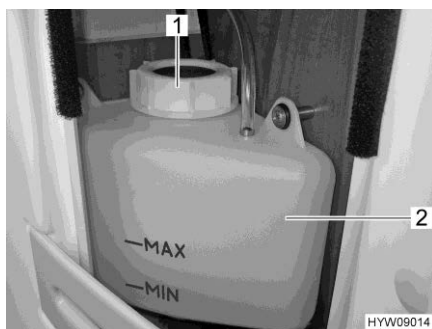
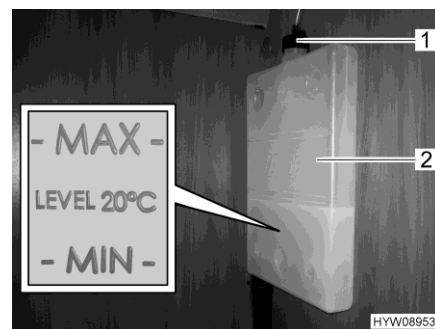

Fig. 177 Simbolo "MIN/MAX" (vaso d'espansione, vano doccia)
Fig. 178 Simbolo "MIN/MAX" (vaso d'espansione, armadio guardaroba)
- Controllare se il livello del liquido nel vaso d'espansione (Fig. 177,2 o Fig. 178,2) è compreso tra i simboli "MIN" e "MAX".
- Aprire il coperchio (Fig. 177,1 o Fig. 178,1) del vaso d'espansione (Fig. 177,2 o Fig. 178,2).